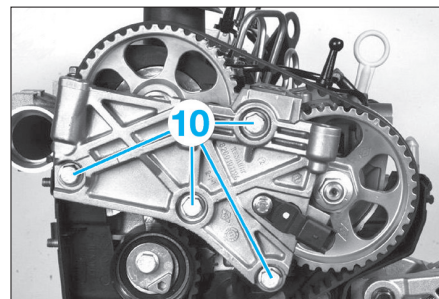

Fig. 14
- Déposer le capteur de position de pompe haute pression (6).
- Dégrafer les languettes de maintien du carter inférieur de distribution (7).
- Déposer la vis de fixation en plastique du carter inférieur (8).
- Dégager la languette de guidage du carter extérieur (9) dans le carter intérieur.
- le support moteur droit (10) resté sur la culasse (Fig.14).